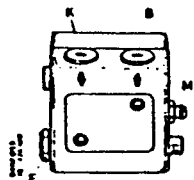

Fig. 1
När oljepumpen startas sugs oljan från sugledningen (S) genom filtret (H) till tandhjulet (C) (Fig. 1).
**Anslutningar (fig. 1)**